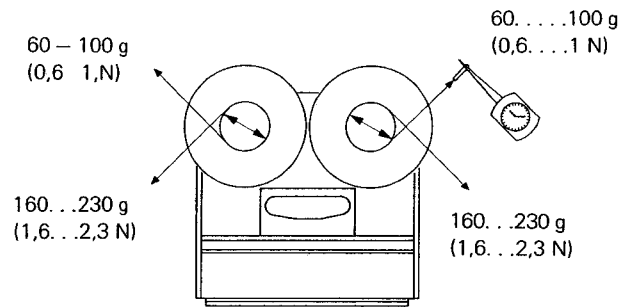

Fig. 4.2.-1
4.2.2. Einstellen der Bremsen (Fig. 4.2. - 2)